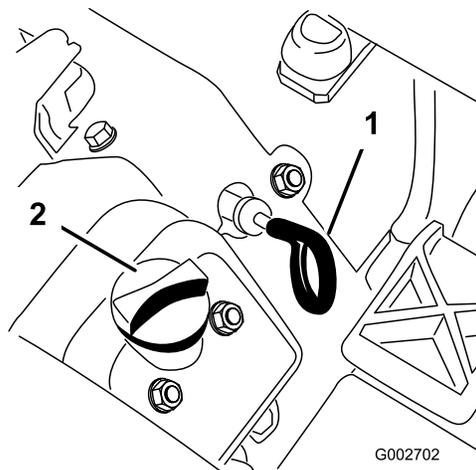

Figure 15
3. Sortez la jauge (Figure 15) et essuyez-la sur un chiffon propre.